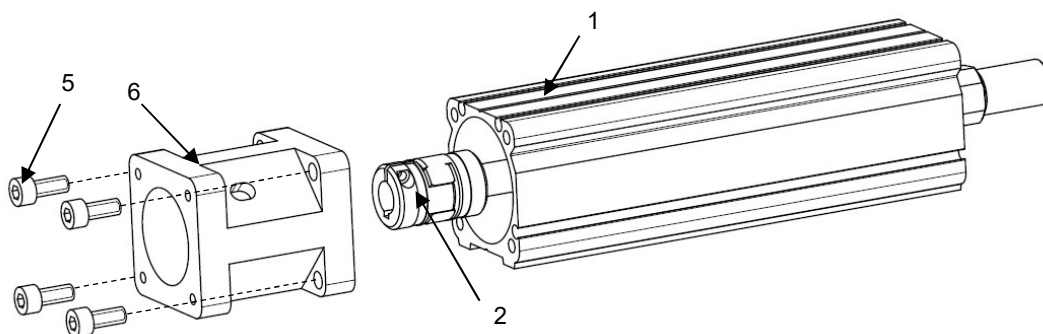

Рисунок 4 – Установка корпуса
- 2) Установите корпус (поз. 6) на крышке модуля (поз. 1) (см. рисунок 4). Закрепите корпус (поз. 6) с помощью прилагаемых винтов (поз. 5).